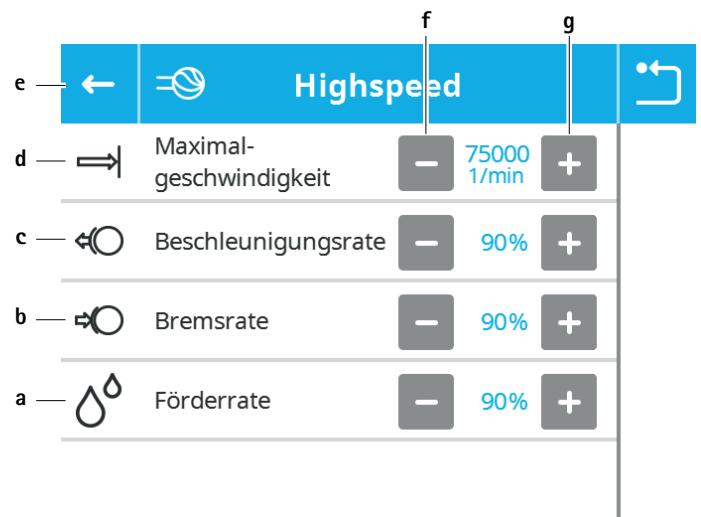

Abb. 10 Motoreinstellungen – gewählter Anwendungsteiltyp
- Motoreinstellungen eines Anwendungsteil-Typs anzeigen/ändern: Schaltfläche des Anwendungsteil-Typs **a** betätigen. Das Untermenü des gewählten Anwendungsteil-Typs öffnet sich, siehe Abb. 10.